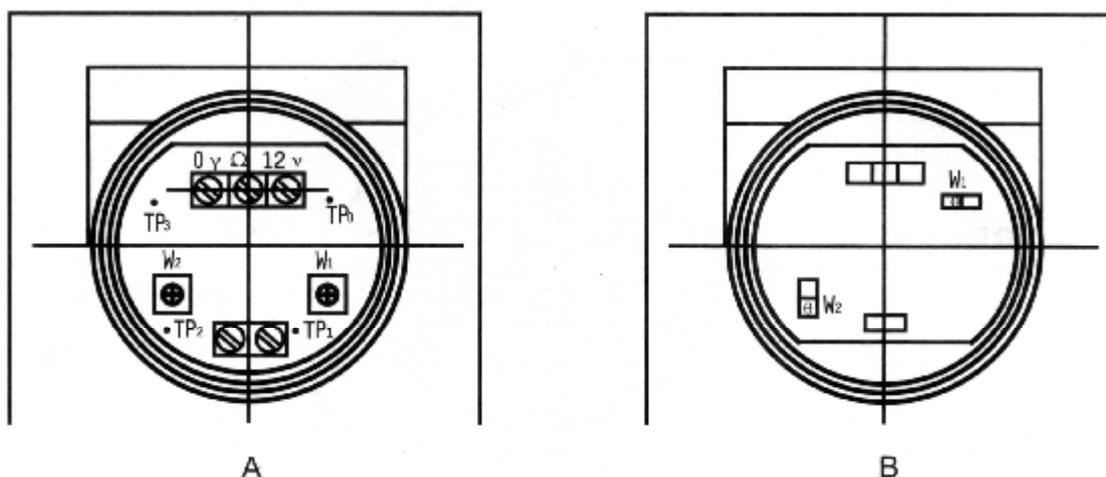

图 16
- B. 当管道中有介质通过，在小流量时，若信号不稳，可以慢慢调整电位器  $W_1$ ，降低放大倍数，直到无多触发信号为止。电位器的位置与测试点请参照图 16 中 A
4~20mA 标准信号输出变送器的调整，二线制 4~20mA 输出型变送器由脉冲输出放大板及电流输出板两块板子组成，其信号灵敏度调整仍如图 16 中 A 的前置放大板，电流输出板如图 16 中 B，其中  $W_1$  为满度电位器，其调整 20mA 时应对应管道上限流量所对应的频率， $W_2$